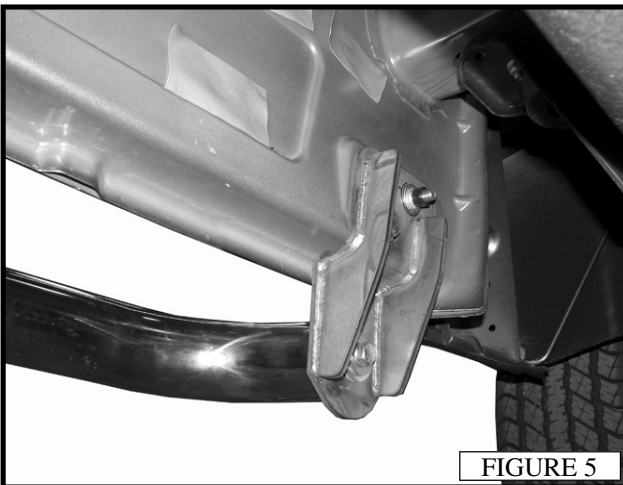

FIGURE 5
9. Attach the passenger side rear mounting bracket using (1) M12 flat washer, (1) M12 lock washer, and (1) M12 hex nut. Do not tighten at this time. (FIGURE 5)
10. Rotate the stud so the nut side of the plate lines up with the lower hole and the slot in the bracket. Insert (1) M10 bolt, (1) M10 flat washer, and (1) M10 lock washer. Do not tighten at this time. (FIGURE 5)
9. Attacher le support de fixation arrière du côté passager en utilisant (1) rondelle plate M12, (1) rondelle-frein M12, et (1) écrou hexagonal M12. Ne pas serrer pour l'instant. (FIGURE 5)
10. Tourner le goujon pour que le côté écrou de la plaque s'aligne avec le trou le plus bas et avec la fente dans le support. Insérer (1) boulon M10, (1) rondelle plate M10, et (1) rondelle-frein M10. Ne pas serrer pour l'instant. (FIGURE 5)